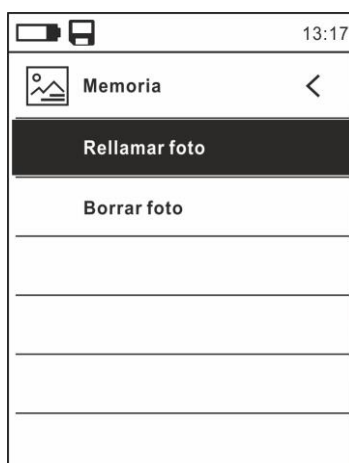

Fig. 15: menú Memoria
31. Utilice las teclas ▲ o ▼ y las teclas ≡ o ► para la selección de la opción “Borrar foto” (ver Fig. 15). La siguiente pantalla se muestra en el visualizador: